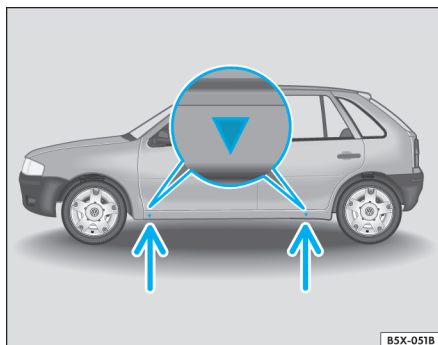

Fig. 117 Puntos de recepción del gato - 3/5 Puertas
1. Ubique el punto de recepción ⇒ fig. 117 del gato ⇒ ⚠ lo más cercano posible de la rueda que se pretende cambiar. La figura muestra como ejemplo la ubicación de los rebajos en la carrocería de un 3/5 Puertas. La ubicación de los rebajes para S. Wagon y Pickup obedecen al mismo concepto descrito para el de 3/5 Puertas.
El gato sólo puede aplicarse en los puntos de recepción indicados ⇒ fig. 117. El punto de recepción delantero está a una distancia de 16 cm aproximadamente y el trasero, 21,5 cm del alojamiento de la rueda. En los largueros de ambos lados, existen rebajos que indican el correspondiente punto de recepción por debajo del vehículo.